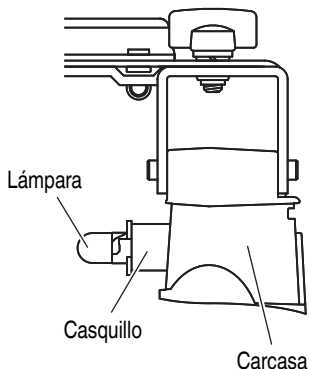

Fig. 20 &lt;Vista superior&gt;
- (3) Extraiga la lámpara del casquillo (Fig. 20).
- Cuando fije el casquillo a la carcasa, alinéelo con el orificio de ésta observando la parte posterior del casquillo como se muestra en la Fig. 20, e inserte el casquillo hasta que choque ligeramente contra dicha carcasa.